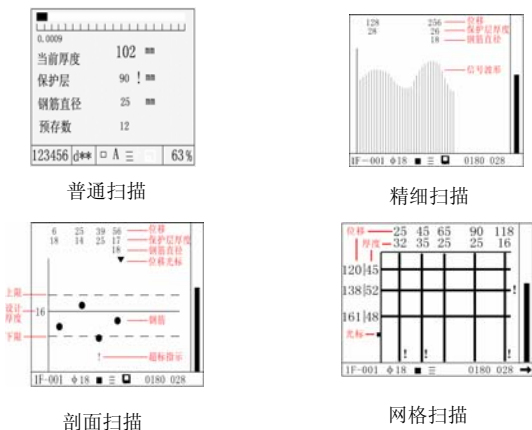

图 2.2
- 2) 扫描界面：普通扫描、精细扫描、剖面扫描、网格扫描界面（图 2.2）